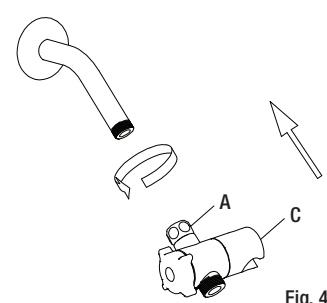

Fig. 4
2. Visser l'extrémité de la vanne à 3 voies (C) solidement sur le bras de douche, voir Fig. 4.